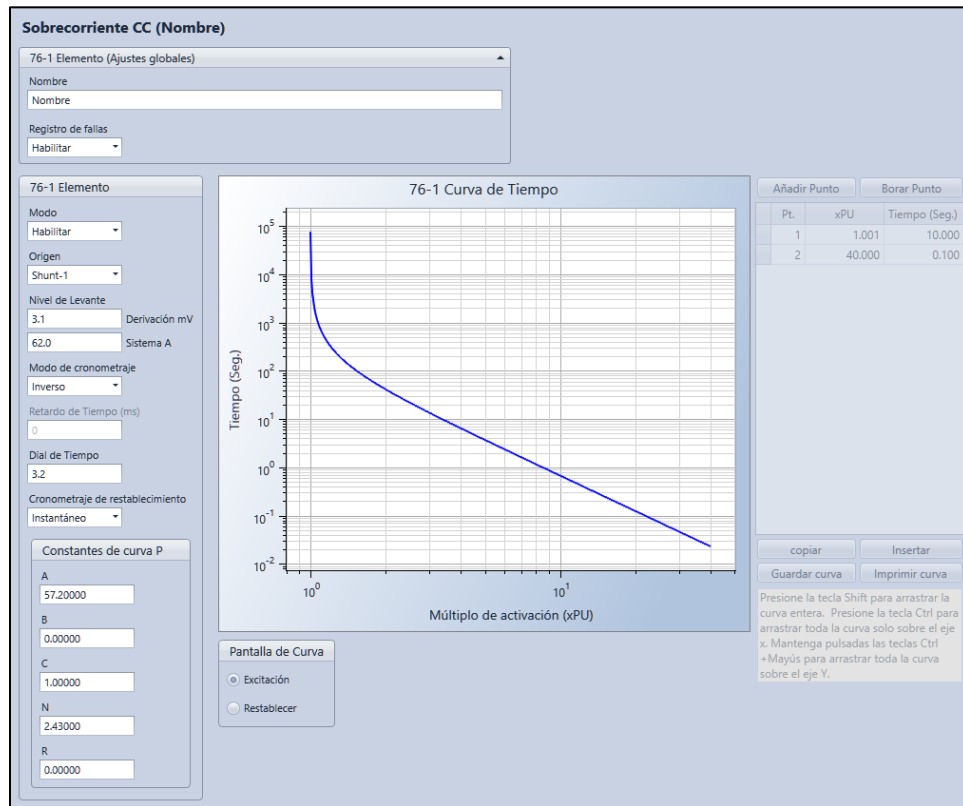

Figura 34-2. Pantalla de ajustes de Sobrecorriente CC
Los ajustes operativos del elemento sobrecorriente inversa se configuran en la pantalla de ajustes Sobrecorriente CC (76) (Figura 34-2) en BESTCOMSPPlus.